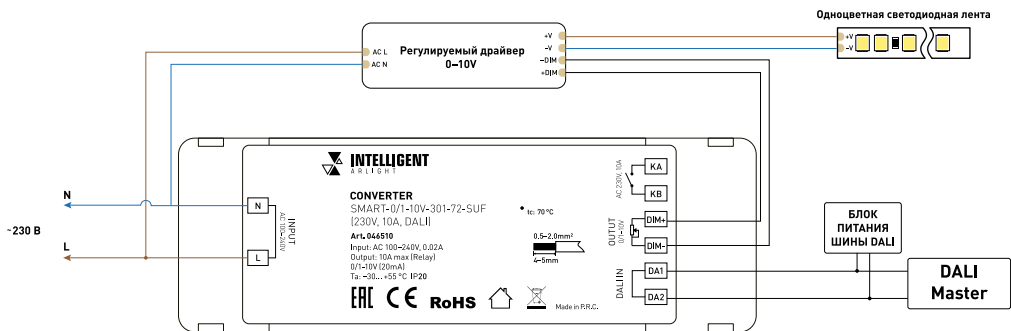

Рис. 1. Схема подключения конвертера, выход реле не используется
- 3.2. Подключите конвертер согласно выбранной схеме (см. рис. 1, 2).